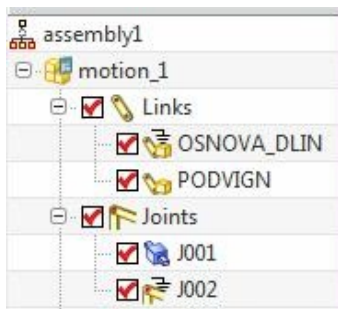

рис.2
- В нашем примере (для версии NX8.5) рассчитаем перемещение *центра тяжести* красного тела L002 (рис.2) относительно абсолютной СК.